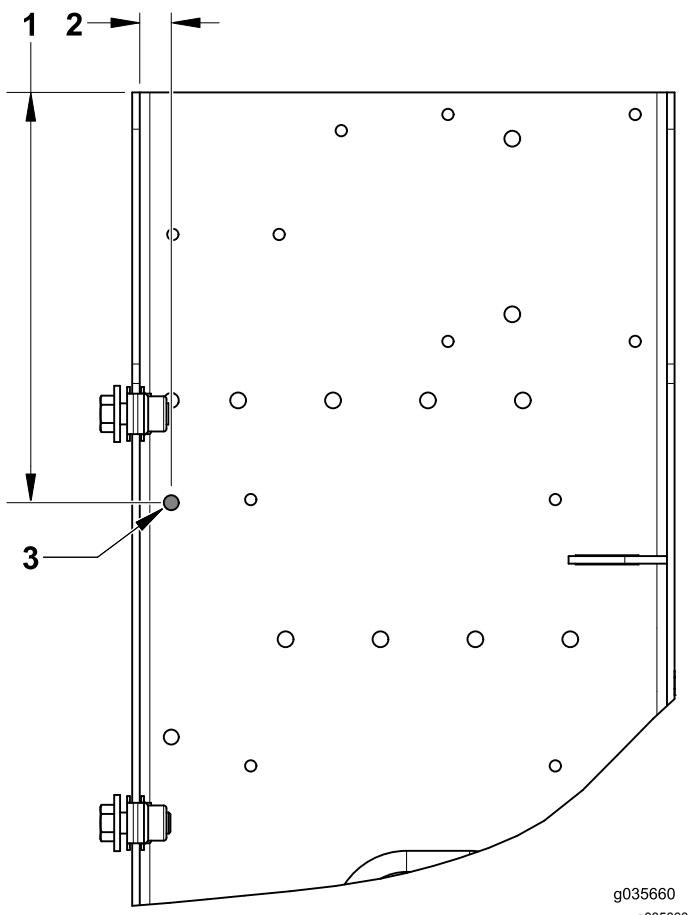

Figura 9
5. Localize e faça o furo seguinte para o controlador (Figura 9).